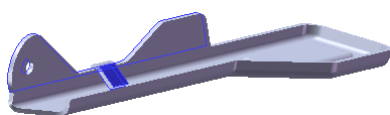
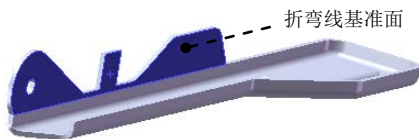

图 13.4.32 绘制的折弯 1
图 13.4.33 折弯线基准面
Step8. 创建图 13.4.32 所示的钣金特征——绘制的折弯 1。
(1) 选择命令。选择下拉菜单 **插入(I)** → **钣金(H)** → **绘制的折弯(S)...** 命令(或单击“钣金”工具栏上的“绘制的折弯”按钮)。
(2) 定义特征的折弯线。
① 定义折弯线基准面。选取图 13.4.33 的模型表面作为折弯线基准面。